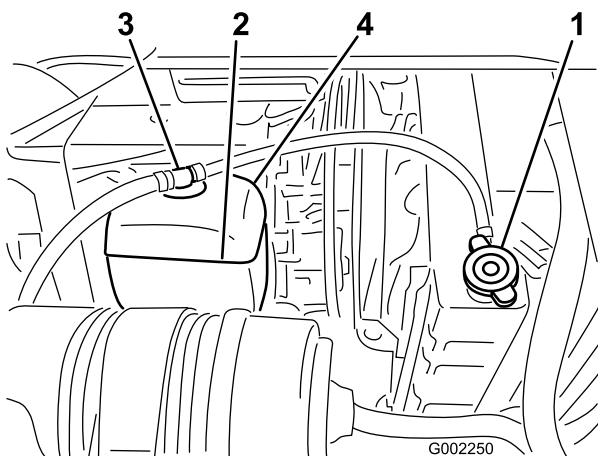

Figura 53
3. Retire cuidadosamente el tapón del radiador y el tapón del depósito de expansión (Figura 53).